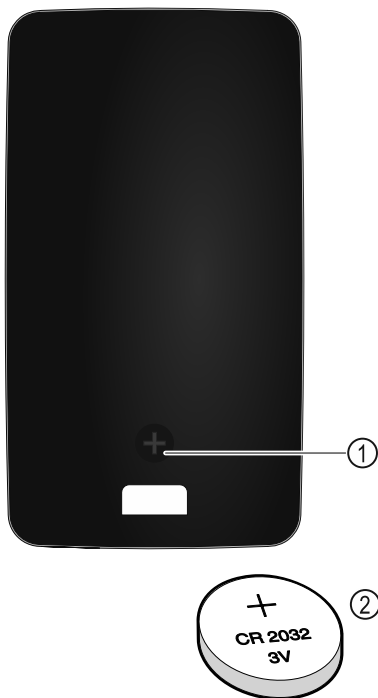

Fig. 255
De stroomvoorziening van de afstandsbediening vindt plaats via een batterij van het type CR 2032 met 3V Fig. 255 (2) die verkrijgbaar is bij de gespecialiseerde handel.
- ▶ Schroef Fig. 255 (1) aan achterzijde van de afstandsbediening eruit draaien.